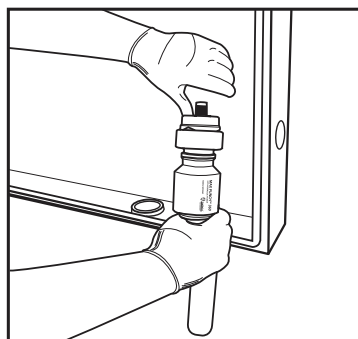

Fig. 8
12. Dévissez l'emporte-pièce pour libérer les résidus de la coupe. (Fig. 8)